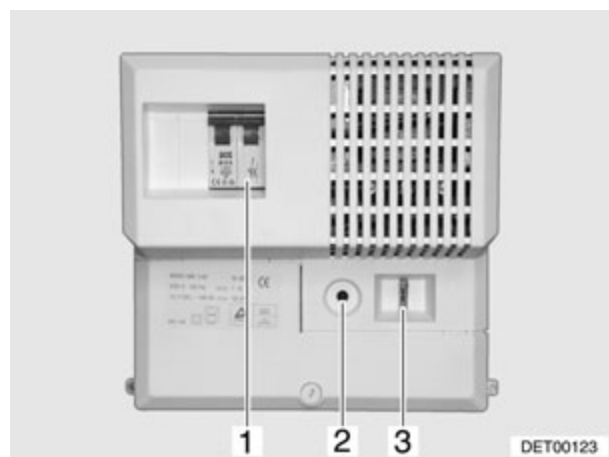
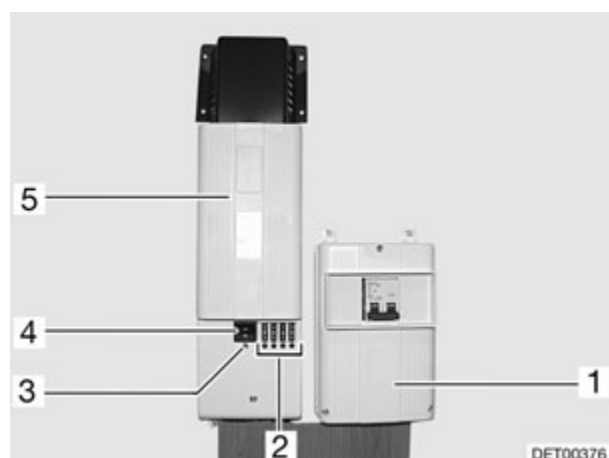

Fig. 79 Bloc transformateur (variante 1)
Fig. 80 Bloc transformateur (variante 2)
Le disjoncteur automatique est intégré dans le bloc transformateur (Fig. 79) ou monté séparément à côté du bloc transformateur (Fig. 80).
Le disjoncteur automatique 230 V (Fig. 79,1), la protection contre les surcharges (Fig. 79,2) et le fusible principal (Fig. 79,3) sont intégrés dans le bloc transformateur.
- Appuyer sur le bouton de commande de la protection contre les surcharges (Fig. 79,2) (position "Allumer").
Le bloc transformateur (Fig. 80,5) est monté à côté du disjoncteur automatique 230 V (Fig. 80,1).
Un interrupteur principal (Fig. 80,4), plusieurs fusibles (Fig. 80,2) et une protection contre les surcharges sont intégrés dans le bloc transformateur. Un fusible défectueux ou un court-circuit dans le circuit est signalé par une DEL rouge allumée au-dessous du fusible.
- Pousser l'interrupteur principal (Fig. 80,4) vers le bas : position "ON". La DEL verte (Fig. 80,3) s'allume, si une tension de 230 V est délivrée.
- Pousser l'interrupteur principal (Fig. 80,4) vers le haut : position "OFF".